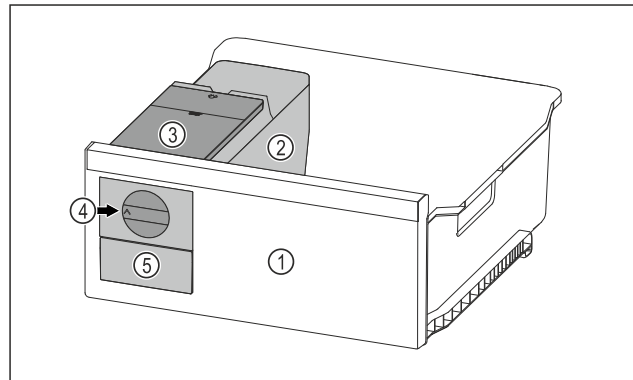

Fig. 150 Esimerkkikuva
- Kierrä kiertonuppia Fig. 150 (4) myötäpäivään vasteeseen saakka.
- Jääpalat putoavat jääpalakennosta jääpalavetolaatikkoon Fig. 150 (5).